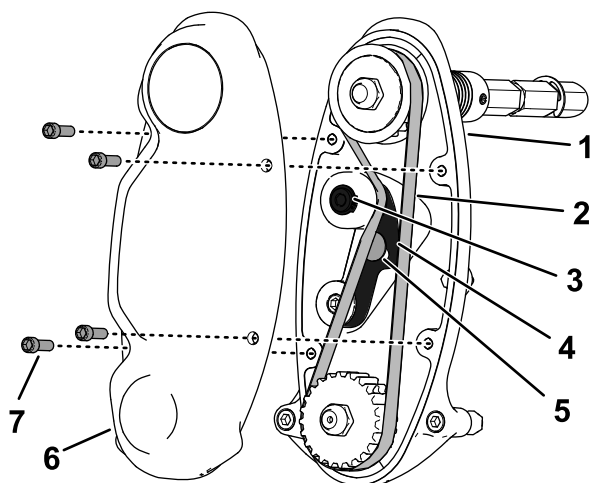

図 17
1. ベルトカバーを外してベルトを露出させる 図 17。
2. アイドラームボルトをゆるめてアイドラーム 図 17 を回してベルトの張りをなくす。
3. ベルトを取り外す 図 17。
6. ベルトを取り付け、図 17 に示すアイドラームの内側六角部に 6-7 N·m 0.6-0.7 kg·m = 55-60 in-lb のトルクを掛ける。